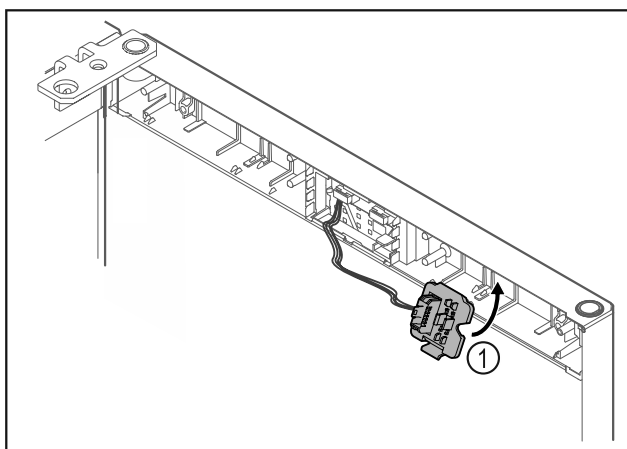

Fig. 16
- Stekkerhouder Fig. 16 (1) op de tegenoverliggende zijde vastklikken.*